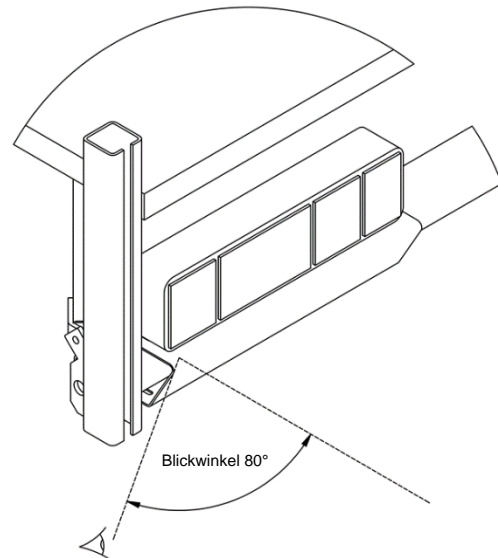

Abbildung 5
- Bei Beleuchtungsmontage oben am Unterfahrschutz ist bei PALFINGER TAIL LIFTS ein optionaler Fußschutz erhältlich (siehe Abbildung 5).